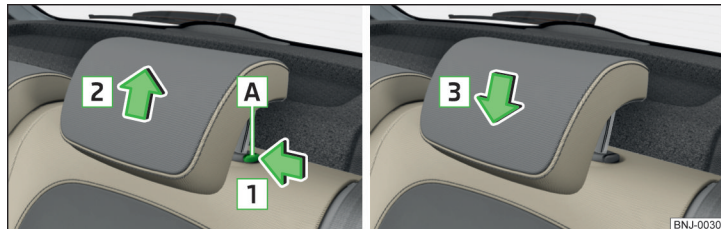

Fig. 60 Extraer/introducir el reposacabezas
- Mantener presionada la tecla de seguridad **[A]** en el sentido de la flecha **[1]** y retirar el reposacabezas en el sentido de la flecha **[2]** » fig. 60.